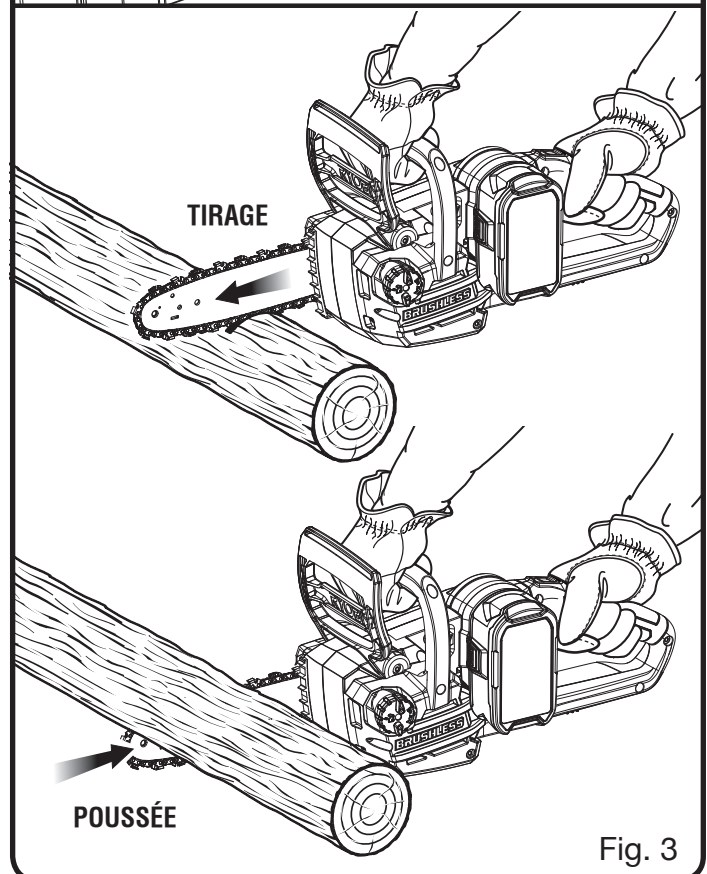

Fig. 3
- Poussée et tirage - La force de réaction s'exerce toujours dans le sens opposé à la rotation de la chaîne, au point de contact avec le bois. Par conséquent, l'opérateur doit être prêt à contrôler la TIRAGE lorsque la coupe est effectuée avec le bas du guide et la POUSSÉE lorsque la coupe est effectuée avec le haut du guide. *Voir la figure 3.*